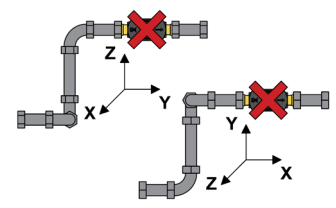

Fig.4
4. Non posizionare il sensore di flusso immediatamente in successione ad una doppia curva orientata su due piani differenti (**Fig.4**).